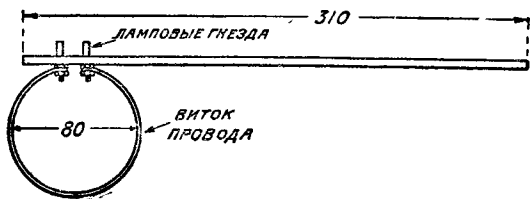

Рис. 1
1. Настройка передатчика на генерацию на всем диапазоне без провалов, подбор отдельных деталей — гридника, конденсаторов, дросселя и пр., подбор наиболее выгодного анодного напряжения и напряжения накала. При налаживании передатчика в качестве указателя наличия колебаний высокой частоты (рис. 1) лучше всего применять электронную лампу типа „Микро“ (удалив с ее баллона зеркальный налет, для чего необходимо подогреть баллон лампы на спичке или примусе), вставленную в держатель, укрепленный на эбонитовой палочке длиной в 30 см для того, чтобы не сказывалось емкостное влияние рук.